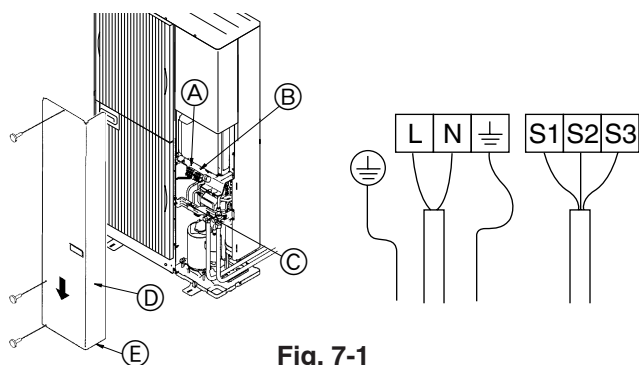

Fig. 7-1
7.1. Appareil extérieur (Fig. 7-1)
- ① Retirer le panneau de service.
- ② Relier les câbles conformément à la Fig. 7-1.